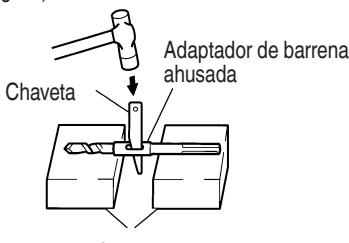

Fig. 15
- (2) Ponga en ON el interruptor de alimentación y perfore un agujero de base.
- (3) Despues de eliminar el polvo con una jeringa, fije la clavija en la extremidad del anclaje e introduzca el anclaje con un martillo de mano.
- (4) Para sacar la broca con la barrena ahusada introduzca una chaveta en la ranura del adaptador de barrena ahusada, ponga apoyos debajo del martillo perforador y golpee la chaveta con un martillo de mano. (Fig. 15)